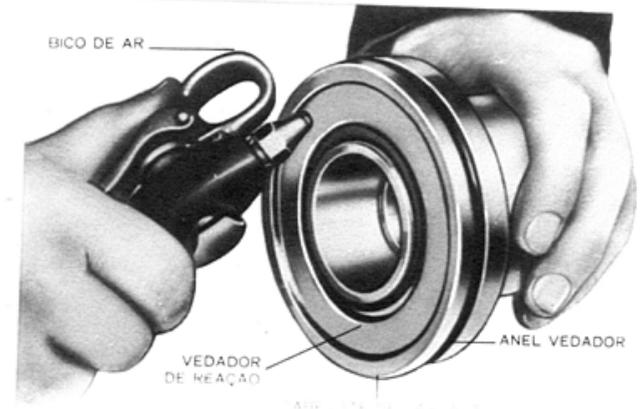

Fig. 15 — Remoção do anel vedador de reação da tampa do sem-fim
- Remover o vedador de reação da canaleta da face do cabeçote da carcaça com ar comprimido dirigido para dentro da câmara do pino vazado (fig. 15).